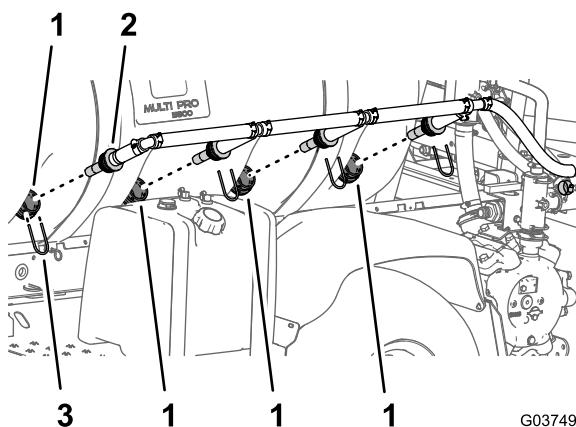

Bild 33
5. Entfernen Sie die Düsen und angeschlossenen Schläuche von der Maschine (Bild 33).
3. Entfernen Sie an der Seite des Behälters die vier Halter, mit denen die Rührwerkdüsen am Schottanschlussstück in der Wand des Behälters befestigt sind (Bild 33).